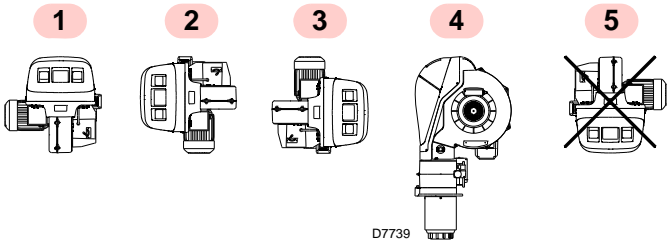

图 10
- 燃烧器被设计为只能在 1, 2, 3 和 4 位置运行 (图 10)。